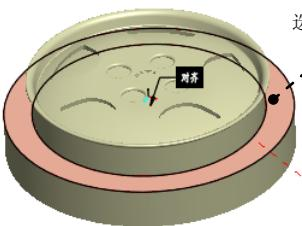

图 30.17 定义元件参考
Step2. 定义约束参考模型的放置位置。在模型树中选中参考模型 **TURNTABLE_MOLD_REF.ASM** 并右击，然后选择 **放置** 命令。在操控板中单击 **放置** 按钮，选择 **默认** 约束并右击，在系统弹出的快捷菜单中选择 **删除** 命令；在“放置”界面的“约束类型”下拉列表中选择 **重合**，选取图 30.17 所示的模型表面为元件参考，选取装配体的 MOLDBASE_X_Y 基准平面为组件参考；单击 **新建约束** 字符，在“约束类型”下拉列表中选择 **重合**，选取参考件的 MOLD_RIGHT 基准平面为元件参考，选取装配体的 MOLDBASE_X_Z 基准平面为组件参考；